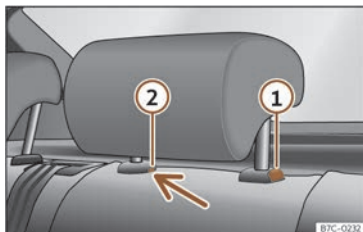

Fig. 109 Reposacaps del darrere: desmuntatge.
- Premeu la tecla »» fig. 109 ① i, prement alhora per l'orifici del fiador ② amb un tornavís pla de màxim 5 mm d'amplada, traieu el reposacaps.